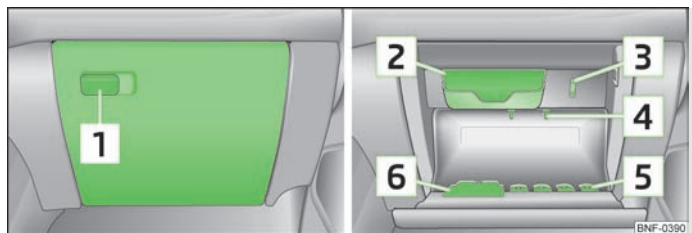

Fig. 49 Painel de bordo: compartimento de arrumação do lado do passageiro dianteiro
► Para abrir, puxe pela alavanca de abertura **1** » Fig. 49.